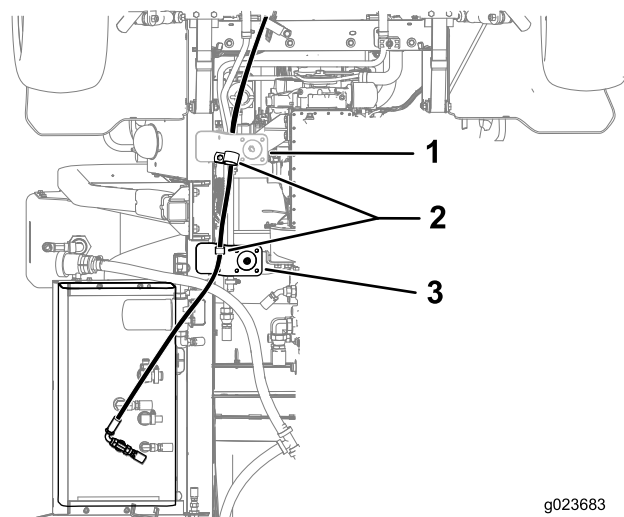

図 4
- 7. ホースをマシンのブラケットに固定する ; R クランプ2個を使用する (図 4)。